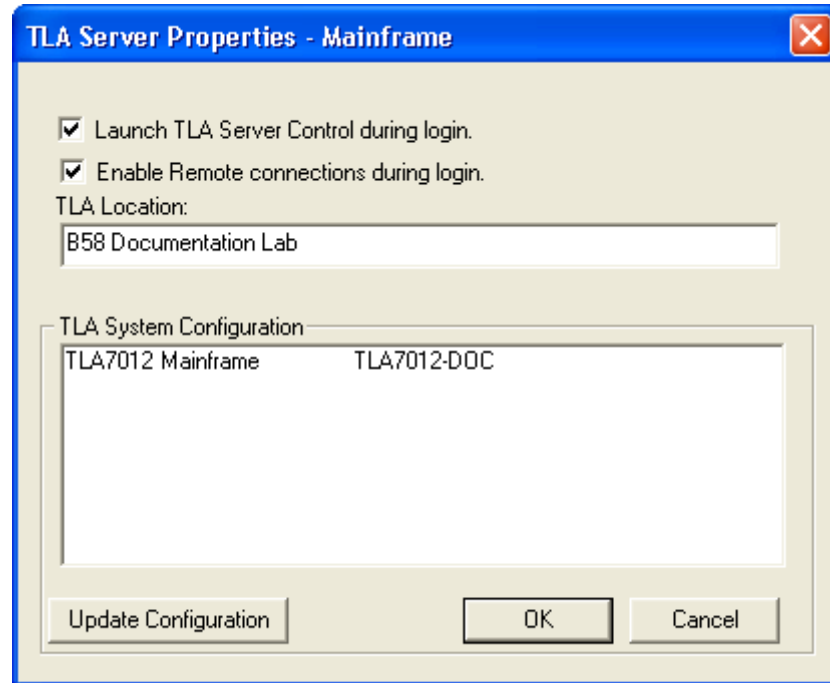

図 37: TLA Server Properties ダイアログ・ボックス
2. Launch TLA Server Control during login をクリックします。(図 37 参照)。